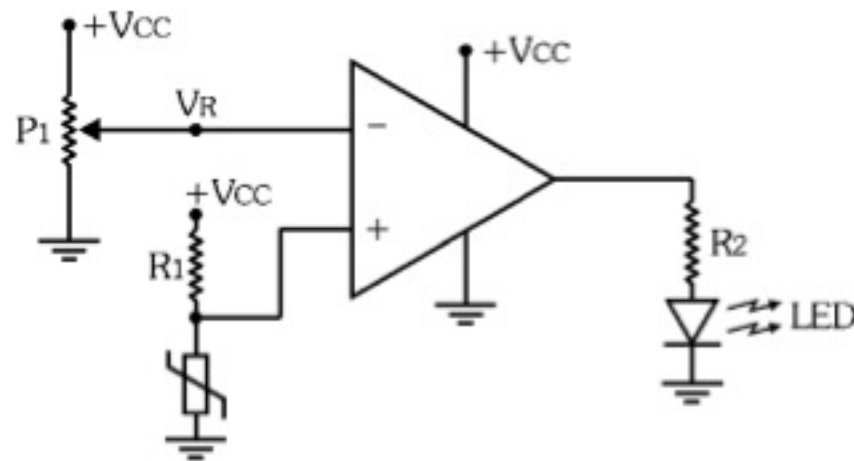

Figura 11.15 - Circuito de Aplicação.
11.5) Considere o circuito da Figura 11.15 e complete as lacunas com uma das opções apresentadas entre parênteses.